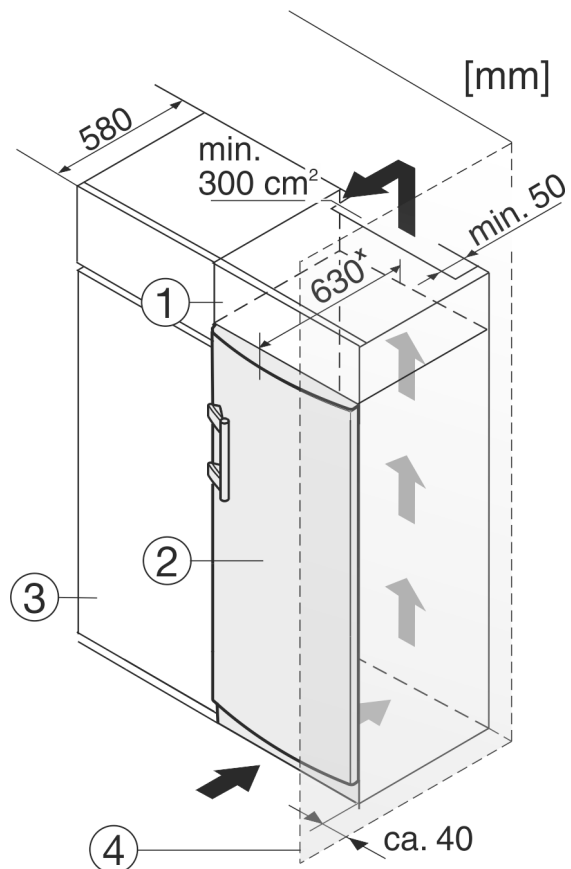

Fig. 12
Устройство может быть окружено кухонными шкафами. Чтобы уравнивать устройство *Fig. 12 (2)* по высоте с кухонной стенкой, можно установить над устройством дополнительный шкафчик *Fig. 12 (1)*.
При комбинировании с кухонными шкафами (глубина макс. 580 мм) устройство можно установить непосредственно рядом с кухонным шкафом *Fig. 12 (3)*. Устройство выступает сбоку на 34 мм × и по центру на 50 мм × относительно передней стенки кухонного шкафа.
Если устройство установлено на шарнирах у стены *Fig. 12 (4)*, то расстояние между устройством и стеной должно быть не менее 40 мм. Настолько выступает ручка при открытой дверце.